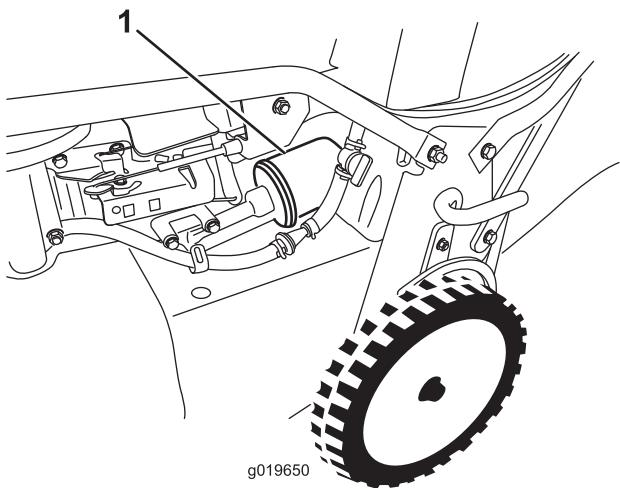

Bild 24
6. Entfernen Sie den Ölfilter (Bild 24).